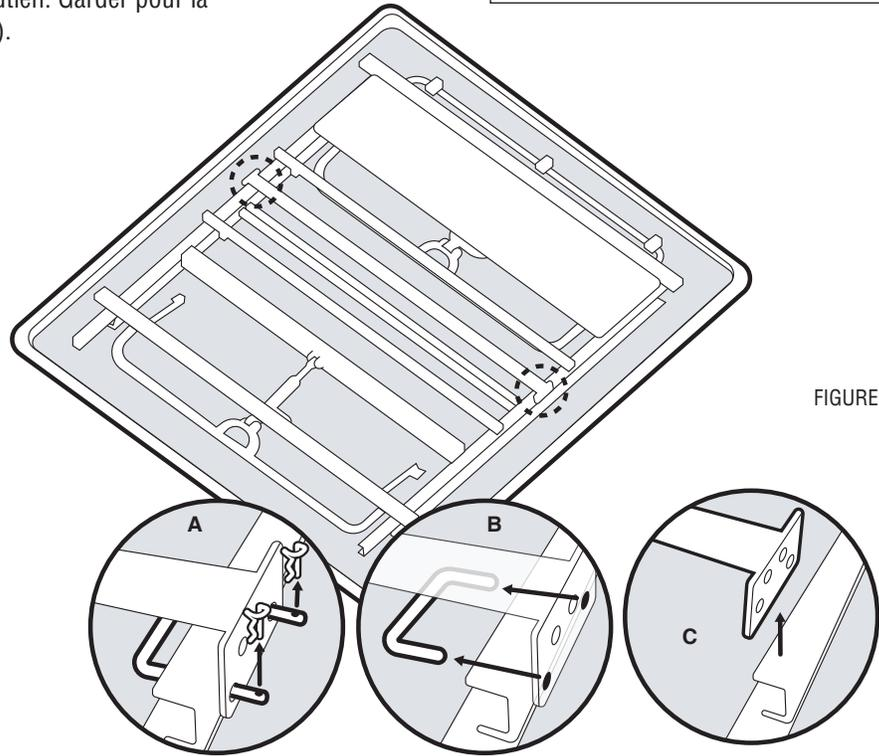

FIGURE 5
- A. Retirer les goupilles des boulons en U orange (chaque côté de la base) (FIGURE 5).
- B. Retirer les boulons en U (chaque côté de la base) (FIGURE 5). Discard both captive pins and U-bolts.
- C. Retirer la barre de soutien. Garder pour la réinstallation (FIGURE 5).